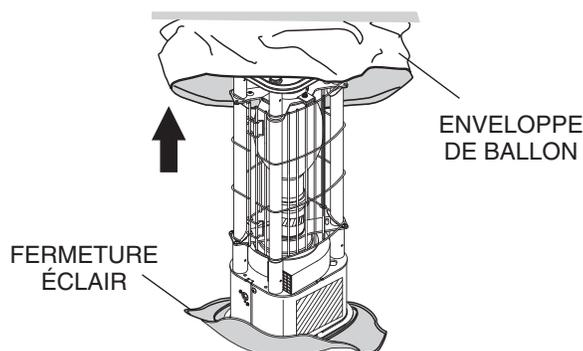

Figure 35. Exposer le ballon
1. Dézipper la fermeture éclair au bas du ballon et dérouler le ballon pour exposer la lampe. Voir Figure 35.